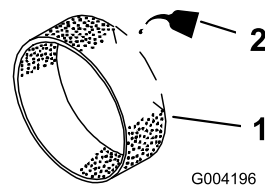

Figura 16
3. Aplique una o dos onzas (29,6 a 59,1 ml) de aceite al pre-filtro (Figura 16).